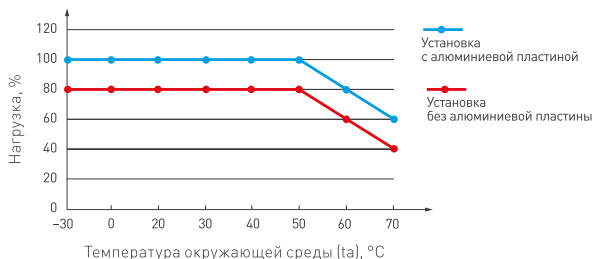

Рис. 1. Максимальная допустимая нагрузка, % от мощности источника
- 4.2. Не нагружайте источник питания более чем на 80% от его максимальной мощности. Учитывайте, что с повышением температуры окружающей среды максимальная мощность источника питания снижается (см. график зависимости на рис. 1).